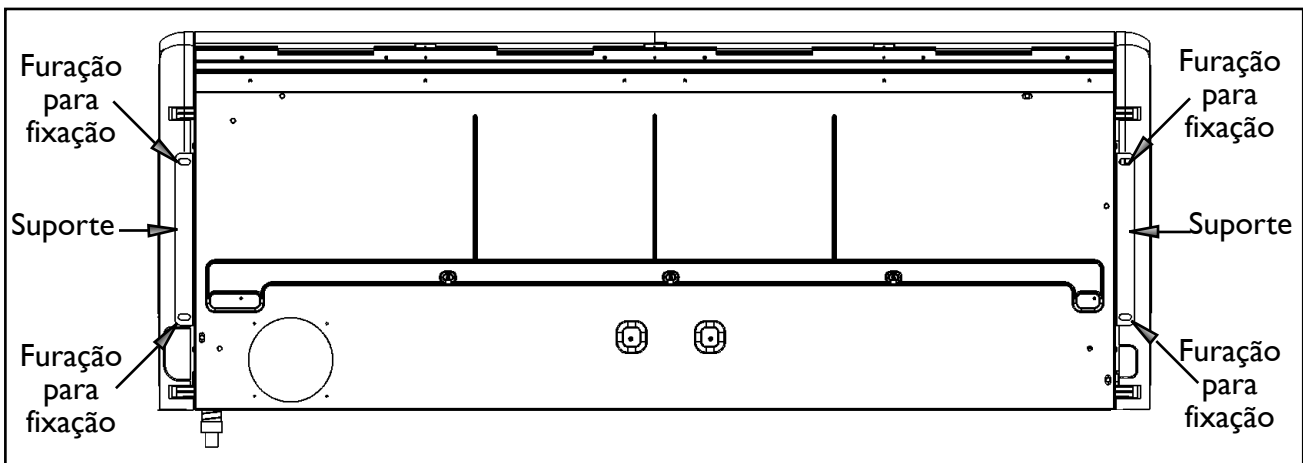

Figura 22 - Suportes e furação para fixação
- A unidade evaporadora sai de fábrica equipada com dois (2) suportes de fixação para montagem suspensa no teto ou fixada à parede próxima (figura 22).
- A figura 22 indica a posição dos parafusos de montagem nos suportes de fixação. Instale os suportes de fixação no teto através do uso dos parafusos de montagem, porcas e arruelas.